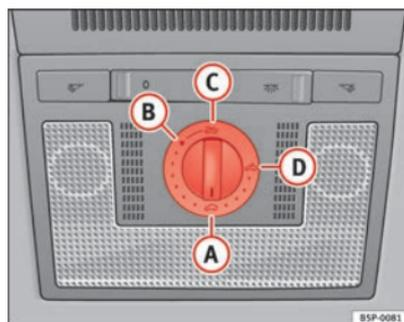

Fig. 68 Detalle del revestimiento interior del techo: mando giratorio del techo corredizo / deflector
- Gire el mando a la posición **(A)** ⇒ fig. 68 ⇒ ⚠.